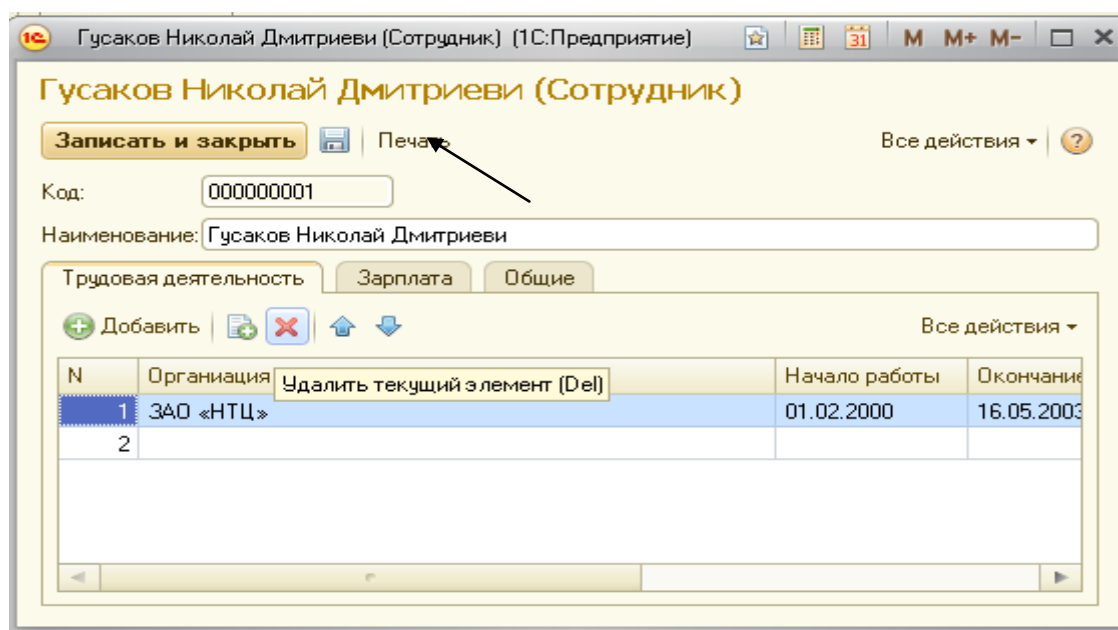

Рисунок 1.25 Кнопка печать карточки сотрудника Гусакова Николая Дмитриевича
8. Загрузить пользовательский режим. Открыть справочник **Сотрудники**. Открыть запись по первому сотруднику, нажать на кнопку **Печать** (рис.1.25).